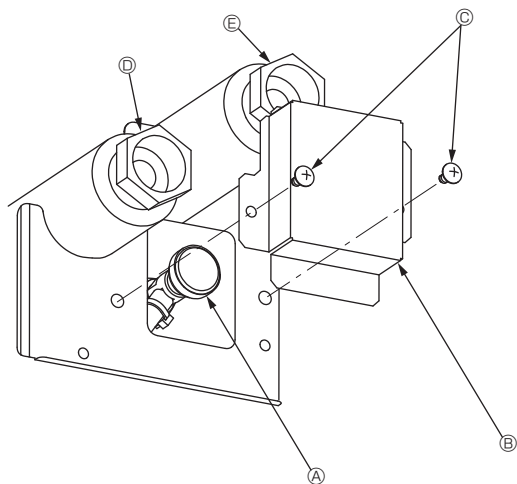

Fig. 7-1
7.2.2. Het ontluichtingsventiel van het binnenapparaat (Fig. 7-1)
- ① Verwijder het kapje van het ontluichtingsventiel.
- ② Draai de knop op het ontluichtingsventiel om de lucht te laten ontsnappen.
- ③ Ontluichtingsventiel
- ④ Kapje van ontluichtingsventiel (Aanhaalmoment: $1,3 \pm 0,3$ N·m)
- ⑤ Schroef
- ⑥ Uitlaat
- ⑦ Inlaat